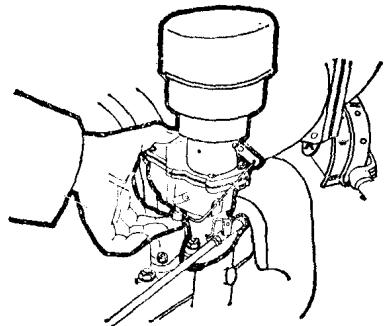

图 3-5 手油泵泵油
3. 打开汽油箱开关，泵动化油器上的手油泵2~3下，如图3-5所示，泵油时要注意根据各个车子特性而定，有的车子多泵油就好发动，但有的车子多泵油就不好发动，一般来说热车子是不泵油的。